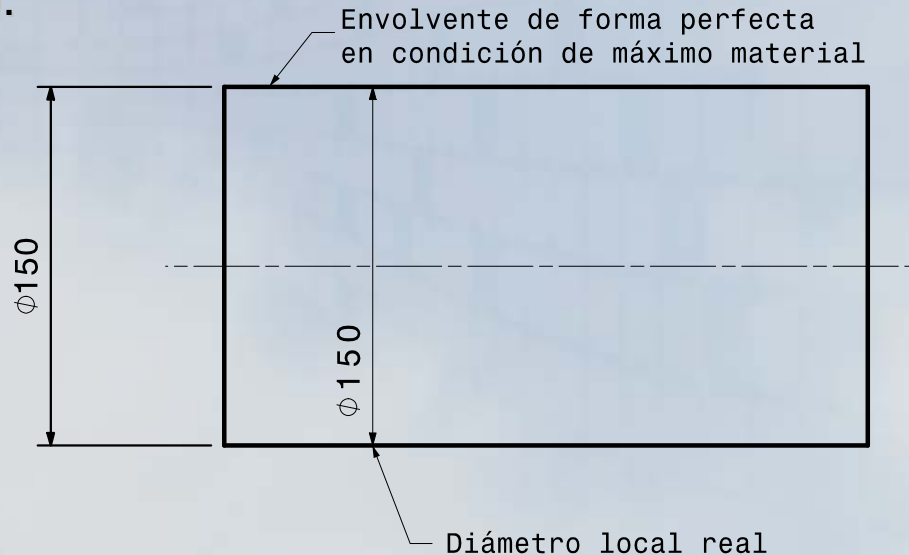

Figura 4.8 Envolverte de forma perfecta.
3. De todo ello se deriva que el árbol debe ser perfectamente cilíndrico cuando todos sus diámetros locales reales estén en su medida de máximo material de  $\varnothing 150$  (Figura 4.8).